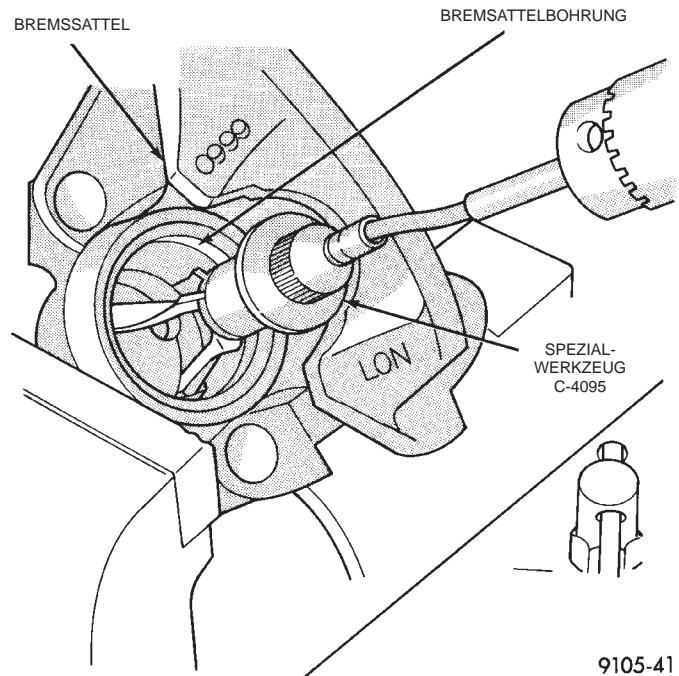

Abb. 86 Honen der Kolbenbohrung/Bremssattel sauberen, fusselfreien Tuch trockenreiben und danach nochmals reinigen.
(9) Alle Teile mit Alkohol oder einem geeigneten Lösungsmittel reinigen und danach mit **einem fusselfreien Tuch** trockenreiben. Es dürfen keine Fusselrückstände in der Bremssattelbohrung verbleiben. Alle Bohrungen reinigen. **Wird ein Bremssattel zerlegt, sind danach neue Staubschutzmanschetten und Dichtungen zu montieren.**
(10) Kolbenbohrung auf Riefenbildung und Materialausbrüche prüfen. Oberflächliche Kratzer oder Korrosion in Bohrungen können in der Regel mit Polierleinwand beseitigt werden. Bohrungen mit tiefen Kratzern oder Riefenbildung müssen gehont werden. Dazu Bremssattelhoner, Spezialwerkzeug C-4095, oder ein vergleichbares Werkzeug benutzen, sofern der Durchmesser der Bohrung nicht um mehr als 0,0254 mm (0,001 Zoll) vergrößert wird (Abb. 86).
(11) Ist eine Reinigung der Bohrung innerhalb der vorgeschriebenen Werte für den Durchmesser nicht möglich, ist ein neues Bremssattelgehäuse zu montieren. Kolben ersetzen, wenn er Beschädigungen oder Riefenbildung aufweist.